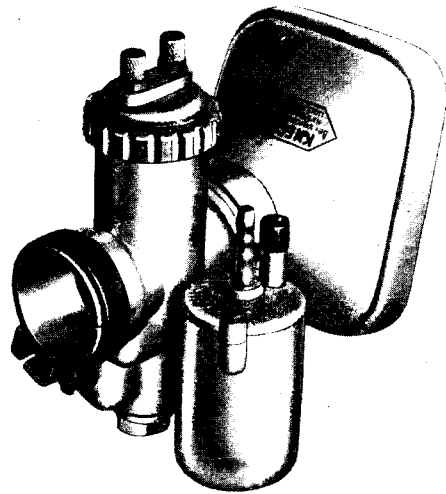

Bild 6
4. **Deckelverschraubung** des Vergaserschiebergehäuses lösen, Gas- und Luftschieber mit Schieberfedern herausziehen, Klemmschelle zur Vergaserbefestigung lockern und Vergaser entfernen (Bild 6).